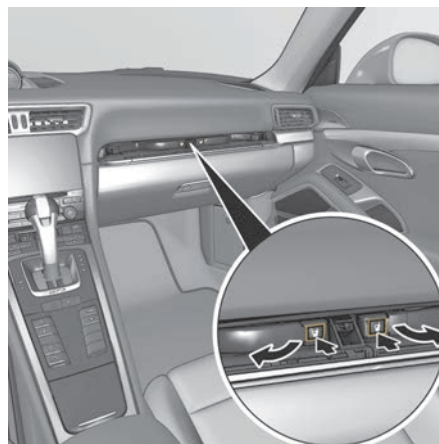

Fig. 169 : Ouverture d'un porte-boissons
2. Appuyez sur le symbole du porte-boissons gauche ou droit (fig. 169). Le porte-boissons se déploie.